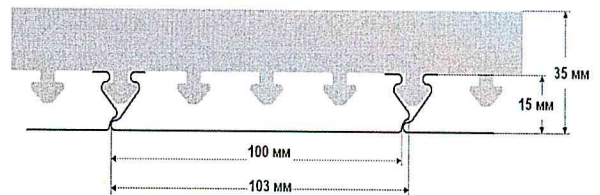
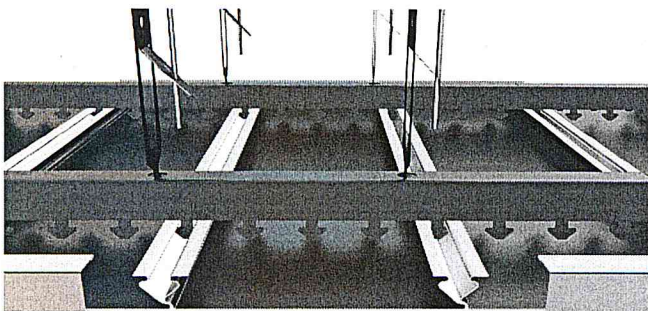

рис. 3
рис. 2
2. Профиль панели имеет несимметричную геометрию по ребру. Набор панелей осуществляется строго в определенном порядке по схеме, указанной на рис. 3. Перед началом установки панелей на мультистрингер внимательно изучить вид собранного потолка в торцевом разрезе, как указано на рис. 2.
9. При установке реечного потолка по диагонали (или под углом 45 градусов) необходимо использовать общие правила монтажа, закрепив мультистрингер под соответствующим углом, перпендикулярно панелям. Начинать сборку необходимо с самой длинной панели, далее поочередно, в обе стороны от первой установленной панели, обращая внимание на геометрию панели (см. рис. 2 и рис. 3)